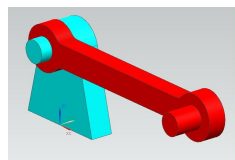
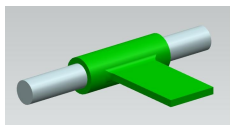

Рис.40
рис.41
- Шарнир *вращательный* (рис.40) отличается от шарнира *цилиндрического* (рис.41) тем, что первый имеет только **одну степень свободы** - вращение вокруг указанной оси, а второй имеет **две степени свободы**: вращение вокруг оси, и перемещение вдоль оси.
- Попробуйте самостоятельно выполнить несложный пример с *цилиндрическим шарниром* (рис.41).